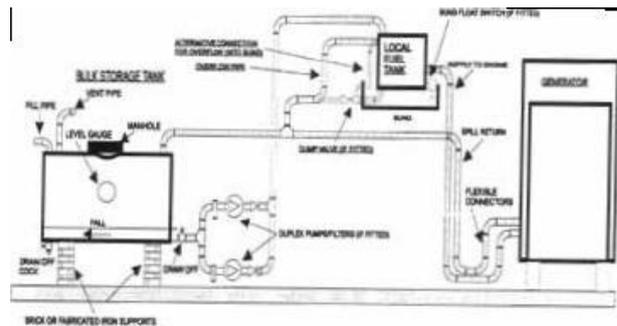

Fig. 5.2. Con tanque de combustible intermedio
5.6. Con tanque de combustible intermedio (Fig. 5.2)
1. Una bomba de transferencia automática de combustible dúplex y un sistema de filtro primario dispuesto para empezar el bombeo en stand by si la bomba principal falla. Las bombas de transferencia deben ser de un tamaño adecuado para el combustible requerido por el motor, es decir, el combustible consumido y el volumen de derrame (Fig.5.2.);
Los detalles de la conexión para estos equipamientos opcionales se indican en la Fig. 5.2